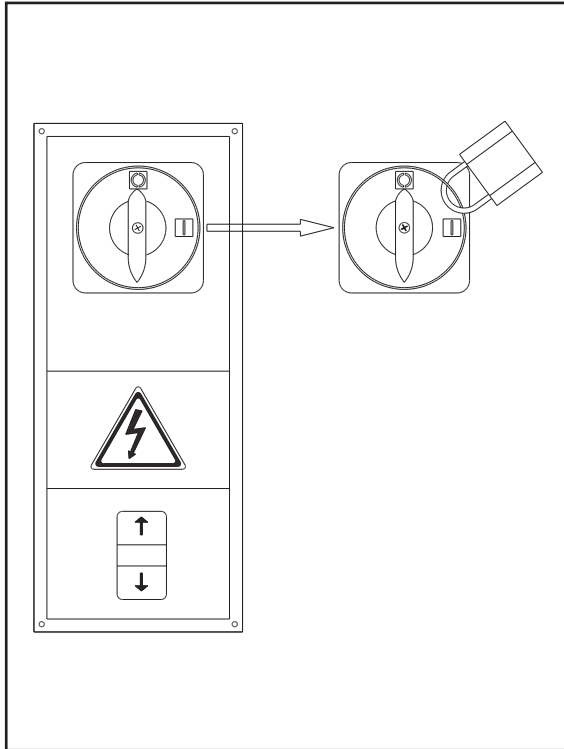

Fig.20- Abb.20
- l'interruttore generale sul quadro deve essere bloccato **IN POSIZIONE "0"** mediante un **LUCCHETTO** (Fig.20).
- the master switch on the panel must be locked to **POSITION "0"** with a **LOCKOUT** (Fig.20).
- l'interrupteur général du coffret de commande doit être bloqué **EN POSITION "0" au moyen d'un CADENAS** (fig. 20)
- Der Hauptschalter der Steuertafel muß **mittels eines SCHLOSSES auf 0** blockiert werden (Abb.20).
- interruptor general del cuadro de mandos debe estar bloqueado **EN LA POSICIÓN "0" mediante un CANDADO** (Fig. 20).